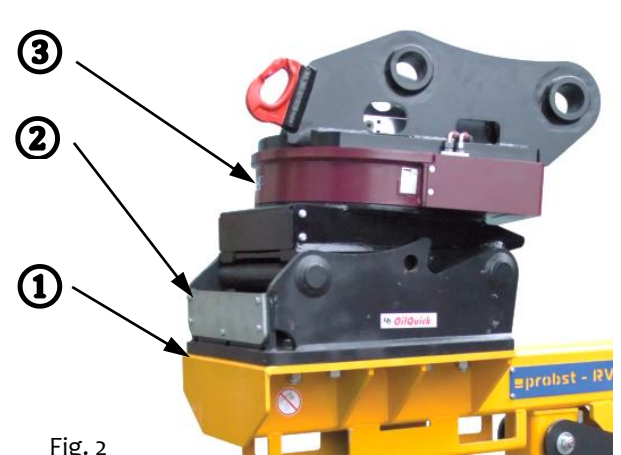

Fig. 2
- L'appareil déchargé est soulevé d'environ 20 cm et les deux pieds d'appui doivent être basculés vers l'intérieur (fig. 2).